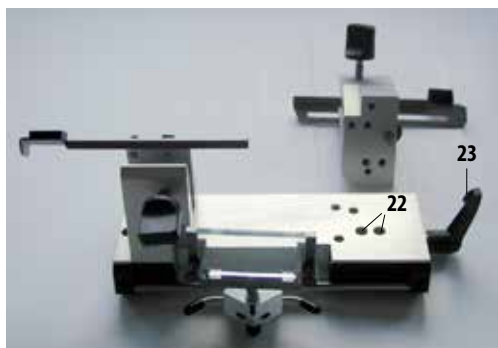

图11
2. 松开刀架右侧的锁杆 (23, 图 11)，选择间隙角设置“0” (刻度 (25) 必须与数字“0”对齐)。重新拧紧锁杆 (23, 图 11)。如果对切片结果不满意，可以 1° 的幅度增大间隙角设置，直到达到所需的结果。
首先，将间隙角设为“0”。为此，松开锁杆(23，图 11)，将刻度(26)与间隙角刻度上的数字“0”(27)对齐。重新拧紧锁杆(23)。如果对切片结果不满意，可以 1° 的幅度慢慢增大间隙角，直到达到所需的切片质量。